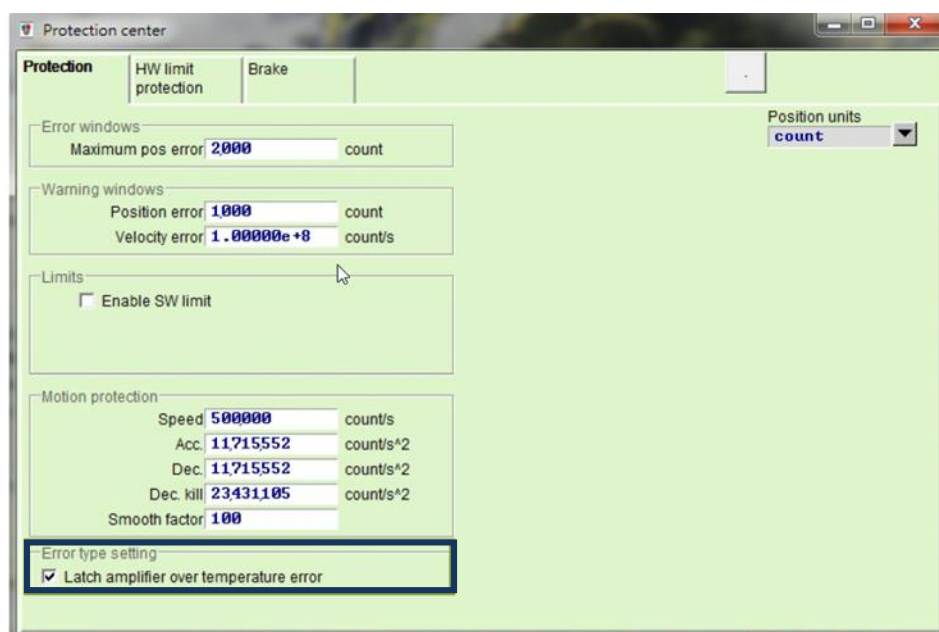

図 9.3.1
(1) 図 9.3.1 の手順で最大位置誤差を修正します。
- (2) 位置誤差をデフォルト値より高く設定することはお勧めしません。 初期値のままで「E03 PEBIG」または「ERR E03」が表示される場合は、サーボ剛性を調整してください。
Protection center の **[Protection]** タブをクリックします。図 9.3.1 のように、エラー種別設定の設定エリアで、この機能を有効または無効にします。 **Latch amplifier over temperature error** のチェックボックスをチェックして、自動エラー処理機能を無効にします。チェックボックスがチェックされていない場合、自動エラー処理機能が有効になります。